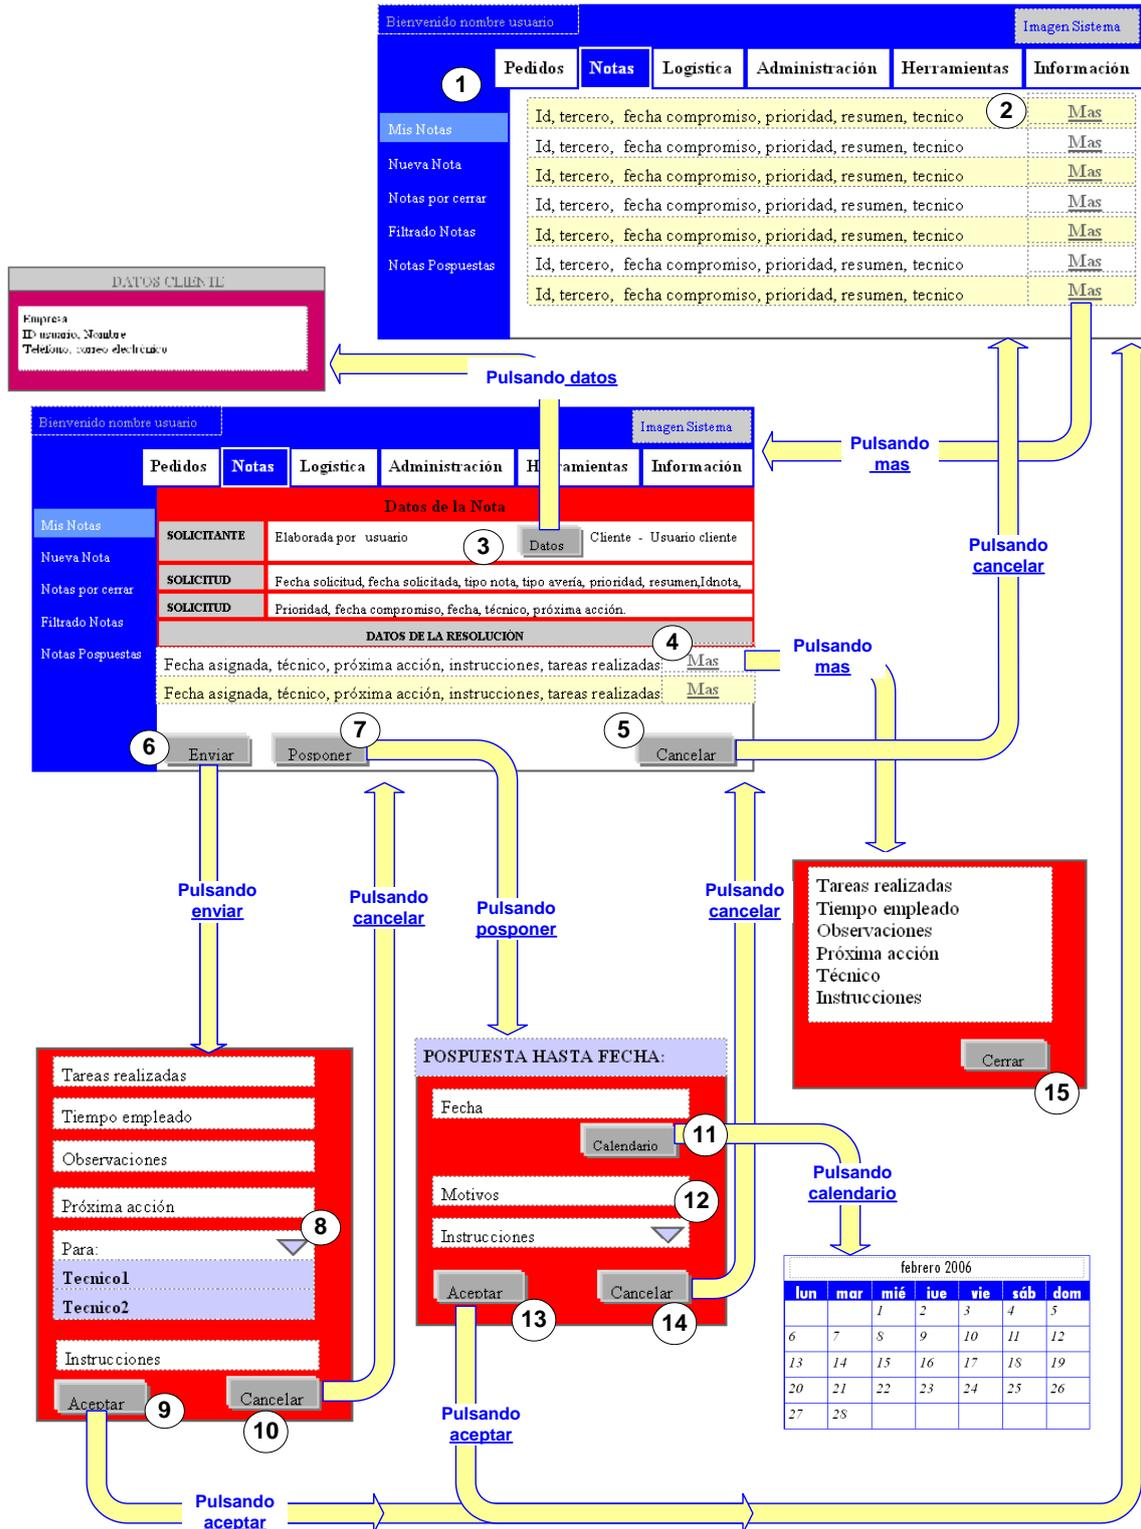

Figura 4.4: Herramienta de Usuario. Acceso a notas
Legenda de la figura 4.4:
- 10 El historial de la nota, es una página ya introducida en anteriores figuras. Anteriormente cada usuario accedía al historial de la nota a través de notas asignadas a él. En este caso, el usuario que acceda al historial puede no ser el mismo que al que está asignada la nota. Por tanto, no tendrá ningún privilegio sobre la misma, no podrá ni enviarla a ningún técnico ni posponerla. (Véase historial nota en figura 4.4, puntos de 3-15).